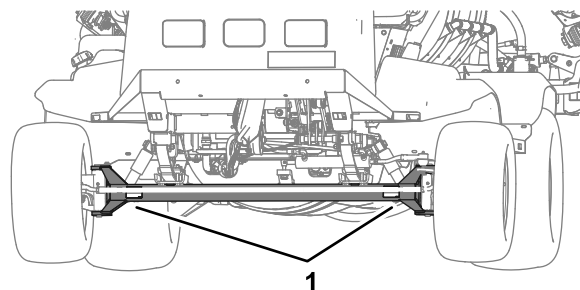
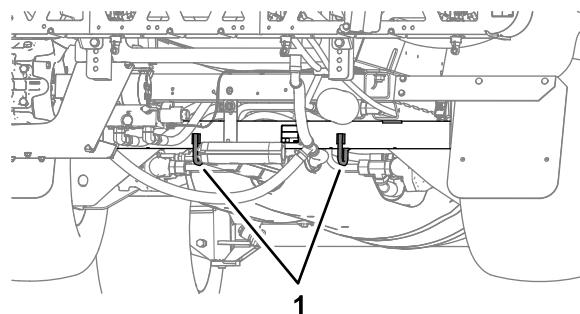

Figura 50
Figura 51
- Amarre la máquina firmemente al vehículo de transporte; la Figura 50 y la Figura 51 ilustran los puntos de amarre de la máquina.